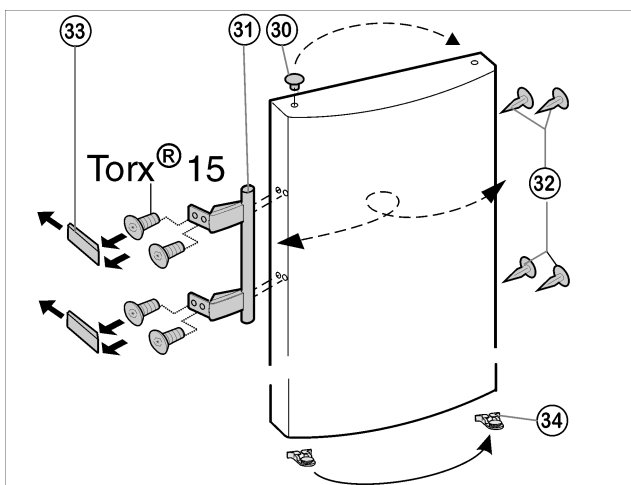

Fig. 11
- ▶ For enheter **uten lukkedemper** løsnes fjærklemmen *Fig. 11 (34)* fra døren og settes over på den nye hengselsiden.
- ▶ Løft pluggen *Fig. 11 (30)* ut av lagerhylsen i døren og flytt den over til den andre siden.
- ▶ Demonter dørhåndtaket *Fig. 11 (31)*, pluggen *Fig. 11 (32)* og trykkplatene *Fig. 11 (33)* og sett dem over på motsatt side.